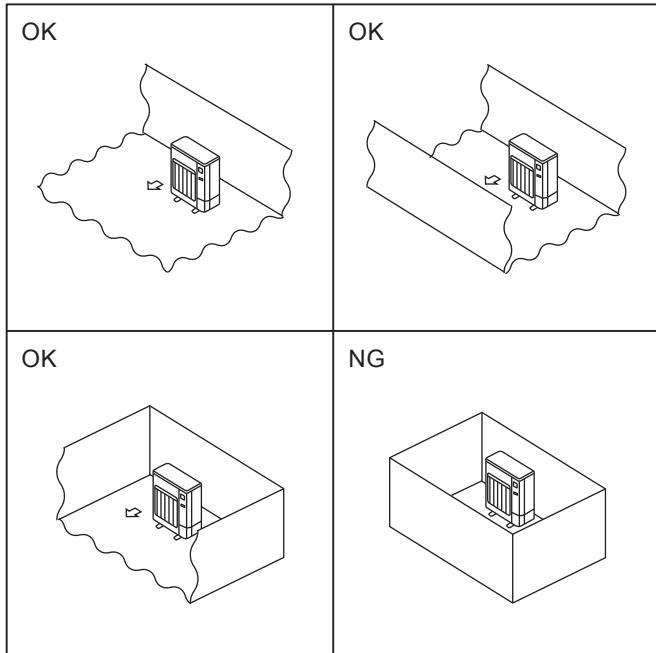

Fig. 2-1
- ◎ Installare unità esterne in un luogo in cui sia aperto almeno un lato su quattro e in uno spazio di grandezza sufficiente e privo di depressioni. (Fig. 2-1)